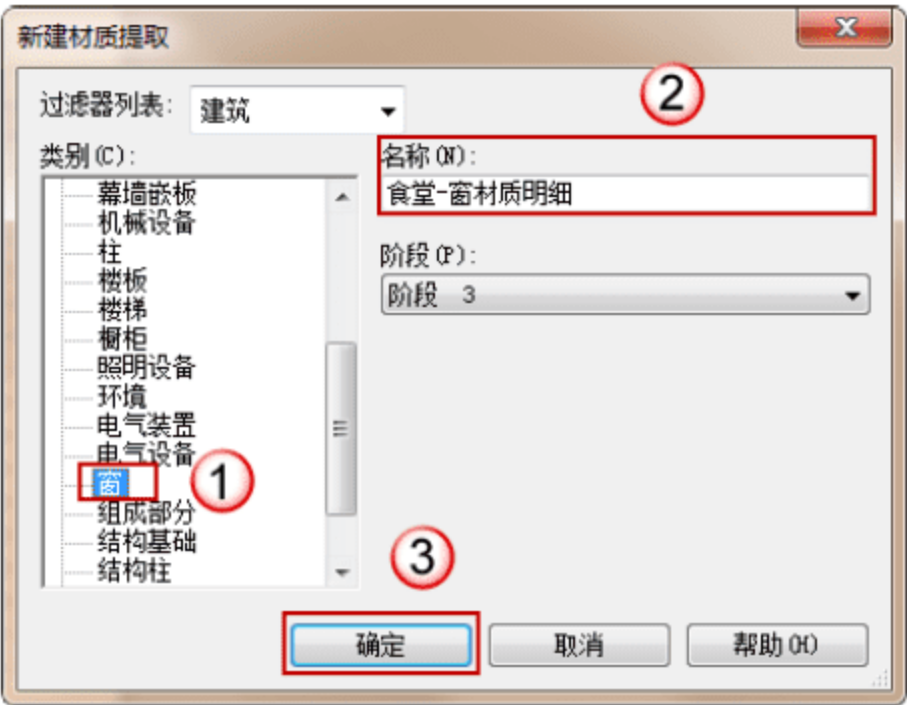

图 13.3.18 新建材质提取
(1) 创建墙明细表。单击“视图”下“创建”面板中的“明细表”下拉列表框，在其中选择“材质提取”工具，在弹出的“新建材质提取”对话框中的“类别”列表框中选择“墙”类别，输出明细表名称设为“食堂-窗材质明细”，单击“确定”按钮，如图 13.3.18 所示。